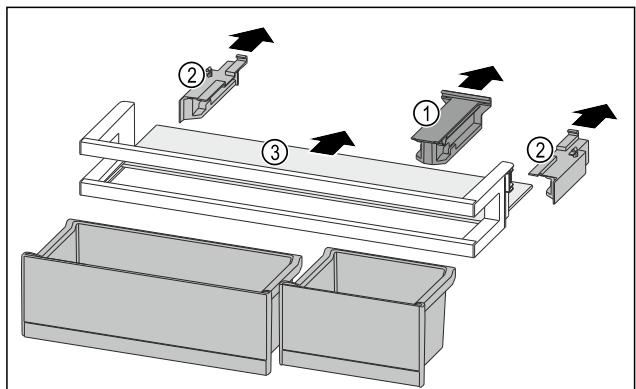

Fig. 91
- Снимите крепление Fig. 91 (1).
- Снимите боковые части Fig. 91 (2).
- Извлеките съемную полку Fig. 91 (3).